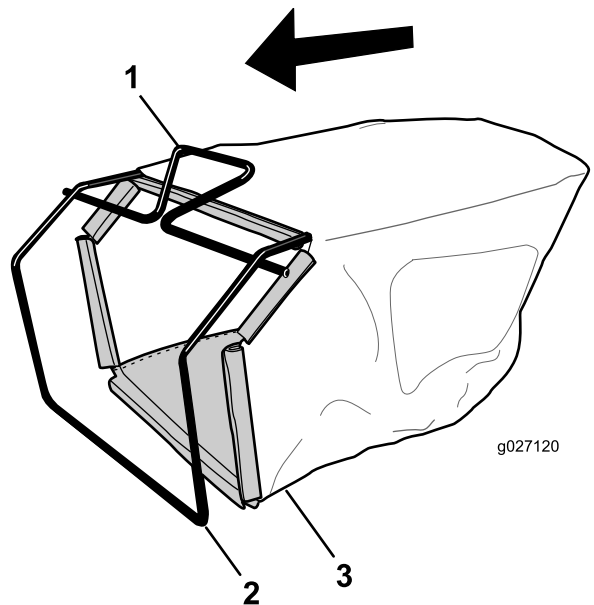

Рисунок 9
1. Установите травосборник на раму, как показано на Рисунок 9.
- Примечание:** Не надевайте травосборник на рукоятку (Рисунок 9).